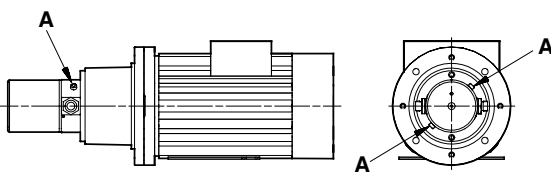

Рис. 4 Резьбовые пробки воздухоотводчиков
1. **Удаление воздуха:** перед пуском насоса отпустить резьбовые пробки "А" воздухоотводчиков, смотрите рис. 4. Насос считается совершенно заполненным водой, если вода начинает выходить через воздухоотводчики. Вновь плотно затянуть резьбовые пробки.